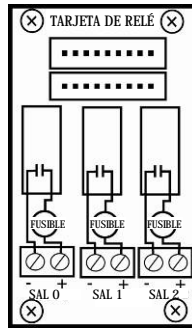

Figura 2.2 Diagrama de contacto del relé.
- Cada salida de relé tiene un bloque de terminales con dos conexiones. La Figura 2.2 contiene el diagrama de contacto del relé.